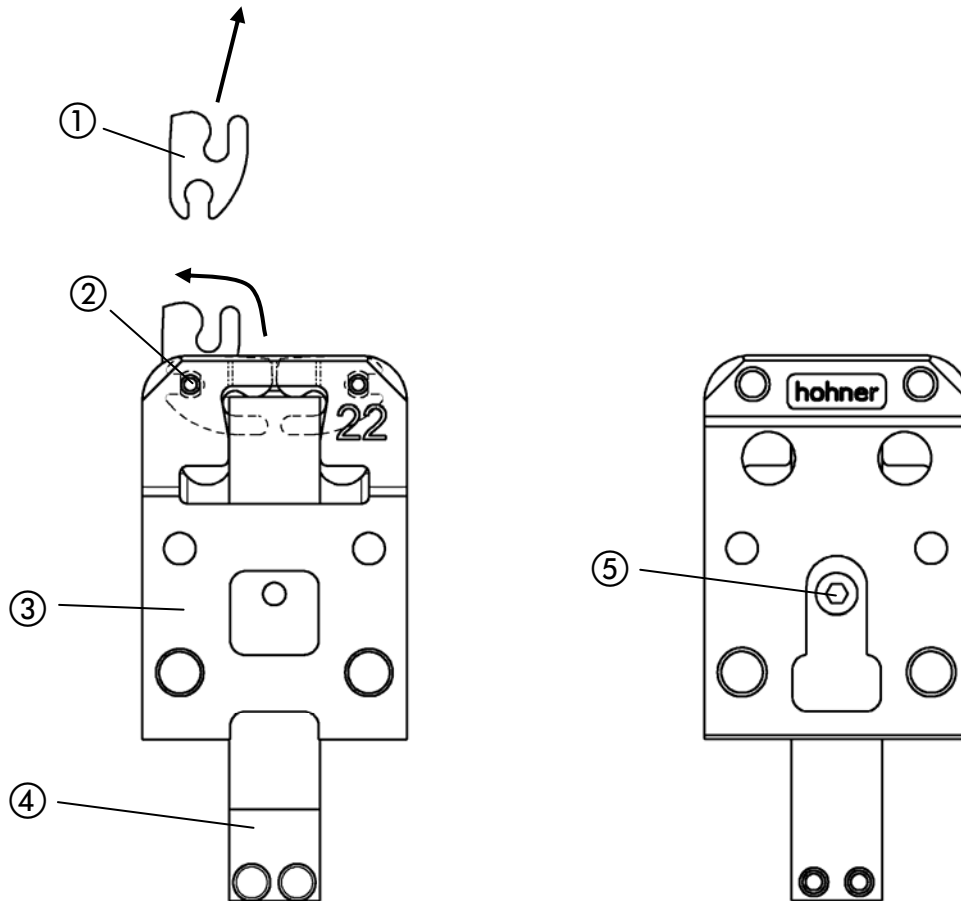

Abb. 28
- Abb. 28 -
- Arretierschraube ⑤ herausdrehen.
- Klinscherstößel ④ nach unten herausziehen.
- Klinscher ① im Klinscherkasten ③ nach oben drehen und aus Haltestift ② herausziehen.
- Arretierschraube ⑤ eindrehen und festziehen.